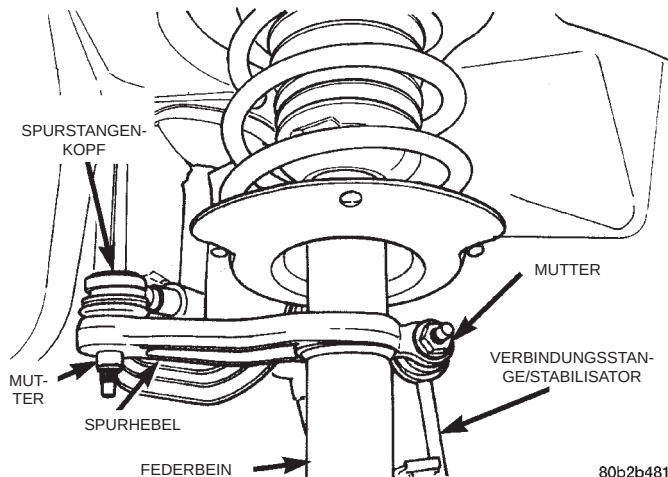
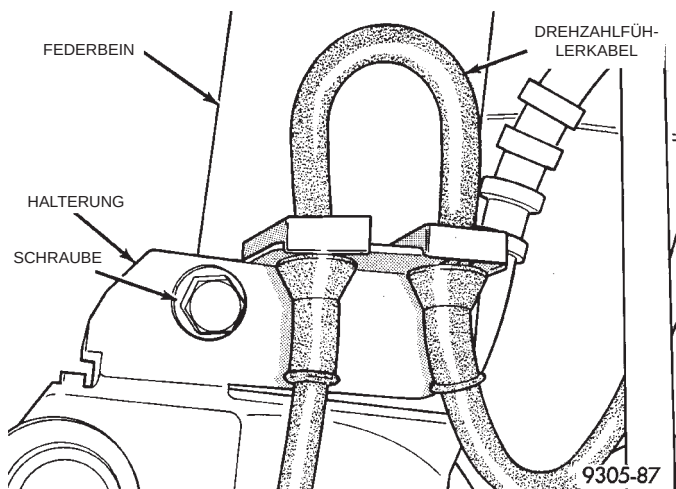

Abb. 9 Verbindungsstange/Stabilisator an Federbein
Abb. 11 Halterung/Drehzahlfühlerkabel
(1) Fahrzeug anheben. Dazu Unterstellböcke oder eine Hebebühne verwenden, die am Rahmen angebracht wird (siehe Kapitel 0, "Schmierung und Wartung", Abschnitt "Anheben des Fahrzeugs").
(2) Das Vorderrad abbauen, dessen Federbein ausgebaut werden soll.
(3) Mutter der Verbindungsstange am Federbein lösen. Verbindungsstange des Stabilisators vom Federbein abbauen (Abb. 9).
(5) Bei Fahrzeugen mit ABS die Halterung für das Drehzahlfühlerkabel vom Federbein abbauen (Abb. 11).
(5) Bei Fahrzeugen mit ABS die Halterung für das Drehzahlfühlerkabel am Federbein anbauen (Abb. 11).
(6) Den Spurstangenkopf in den Spurhebel einbauen. Dann die Mutter des Spurstangenkopfes am Spurhebel aufschrauben und mit einem Anzugsmoment von 37 N·m (27 ft. lbs.) festziehen.
(7) Verbindungsstange des Stabilisators am Federbein montieren (Abb. 9). Die Befestigungsmutter der Verbindungsstange mit einem Anzugsmoment von 95 N·m (70 ft. lbs.) festziehen.
(8) Rad anbauen.
(9) Radmuttern in der vorgeschriebenen Reihenfolge bis zum halben Anzugsmoment anziehen. Dann die Muttern in derselben Reihenfolge noch einmal bis zum vollen Anzugsmoment von 129 N·m (95 ft. lbs.) festziehen.
(10) Fahrzeug absenken.